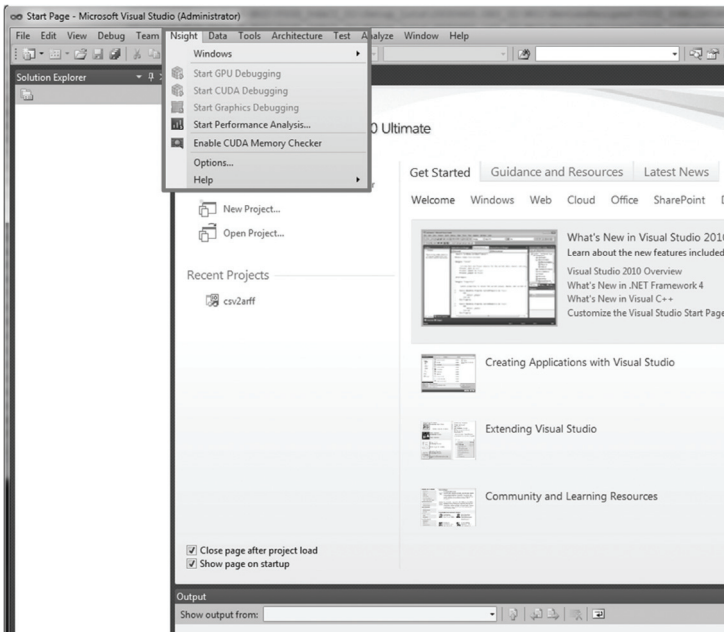

图 B.4 成功安装后，在 Microsoft Visual Studio 中查看 Nsight 菜单
4. 安装完成后 (见图 B.4), 在 Microsoft Visual Studio 中找到 Nsight 菜单。如
果看到这个菜单（见图 B.4），那么 Nsight 的全部安装进程就顺利完成了。